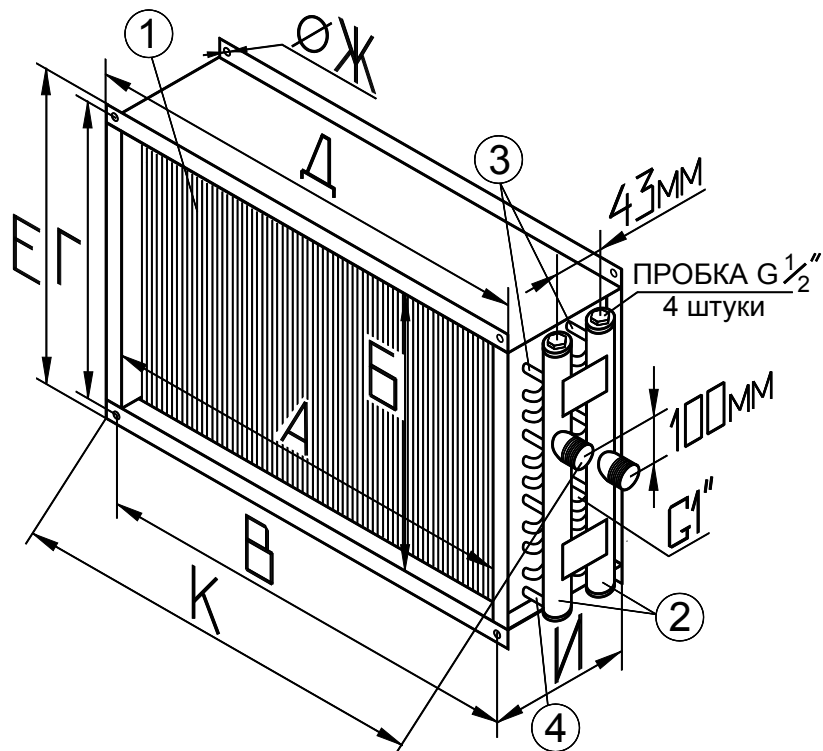

Рисунок 1
6.2.2. Стравливание воздуха из теплообменника можно производить установив вместо верхних резьбовых пробок в коллекторах (поз.2, рис.1) воздухоотводящие устройства (вентили). При необходимости достаточно установить вентили в один из коллекторов – в котором наиболее высоко расположена последняя отводная трубка (поз.3, рис.1).
6.2.3. Для слива теплоносителя из контура теплообменника используются нижние резьбовые пробки коллекторов. При необходимости достаточно выкрутить пробку в одном из коллекторов – в котором наиболее низко расположена последняя отводная трубка (поз.4, рис.1). При этом необходимо обеспечить сообщение с атмосферой входного коллектора теплообменника.
6.2.6. В случае замятия ламелей теплообменника (поз.1, рис.1) их необходимо выпрямить специальным инструментом – гребёнкой.